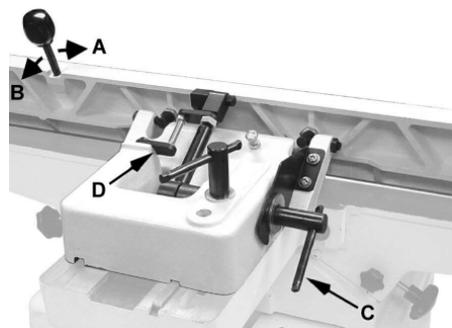

Рис. 19
1. Ослабьте фиксатор (С, Рис. 19).
2. Переместите рычаг вперед (А, Рис. 19) до желаемого угла до 45°. Можно также разместить контрольный инструмент на столе и на упоре и отрегулировать положение упора так, чтобы угол упора сравнялся с фаской измерительного инструмента.
3. Затяните фиксатор (С, Рис. 19).
2. Ослабьте фиксатор (С, Рис. 19).
3. Откиньте стопорный блок 90° (D, Рис. 19) в сторону.
4. Переместите рычаг (В, рис.19) назад на желаемый угол до 135°.
5. Затяните фиксатор (С, Рис. 19).
**Важно:** Когда операция, требующая определенного наклона, завершена, и упор возвращен на угол 90°, не забудьте перевернуть стопорный блок 90° (D, рис. 19) обратно в стандартное положение.